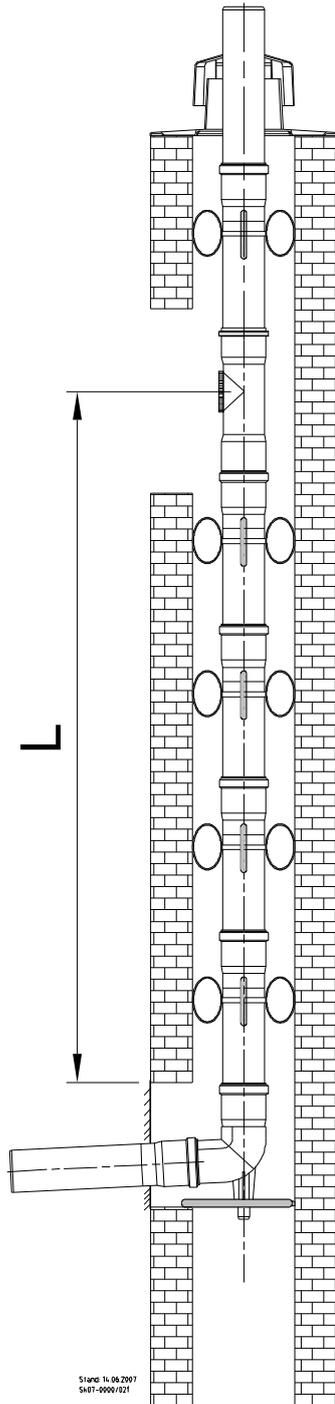

Abb. 54: Kaminsystem, starr, zur Ermittlung von Abstandsmaß L
- ➔ Ermitteln Sie das Maß L (s. Abb. 54) zwischen Stützbogen und Revisionsstück.